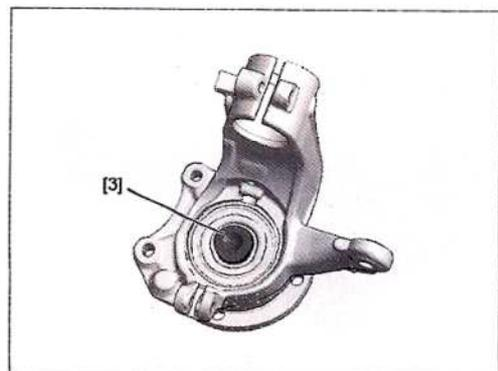

FIG. 32
• Colocar el útil [3] (Fig.32).